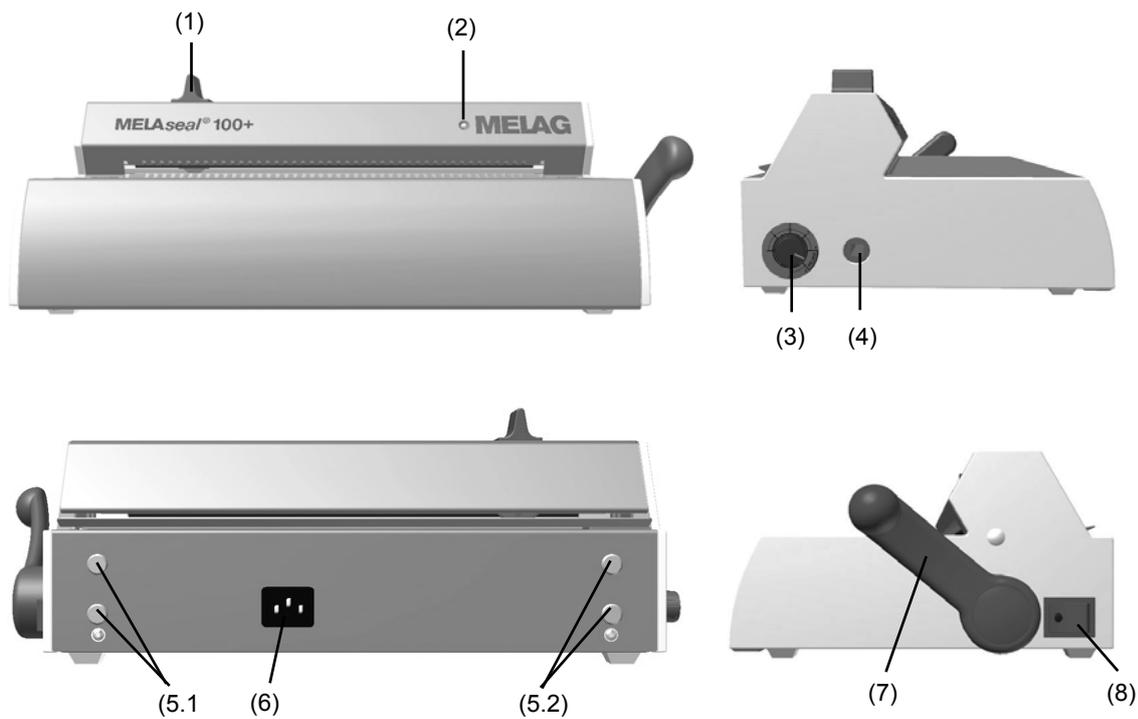

Abb. 1: Geräteansichten
| Abbildung 1/(5)           | Querverweis           | Verweis auf ein Detail in einer Abbildung – im Beispiel auf Teil Nr. 5 in Abbildung 1.                                  |
Stellen Sie vor dem Anschließen sicher, dass der Netzschalter ausgeschaltet ist (siehe Abb. 1/(8) auf Seite 6).
- Stecken Sie den Hebel wahlweise auf der rechten oder linken Seite des Gerätes in das Vierkant-Loch (Abb. 1/(4)).
Die Kontrollleuchte (Abb. 1/(2)) an der Vorderseite des Siegelgerätes leuchtet nach dem Einschalten gelb auf.
- Um die Folie abzuschneiden, bewegen Sie den Messergriff (Abb. 1/(1)) zügig horizontal bis ans andere Ende des Siegelgerätes bei weiter heruntergedrücktem Hebel.
Die stufenlose Temperaturregelung wird an dem Drehknopf (Abb. 1/(3)) an der linken Seite des Siegelgerätes vorgenommen.